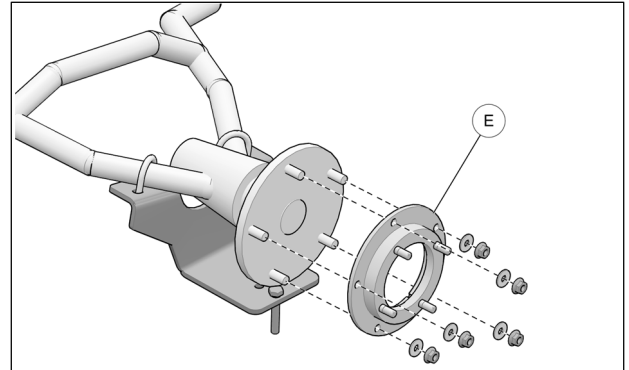

Fig. 7
7. Install spacer (E) on rear hub. Use the vehicle's wheel nuts and washers to secure spacer in place. Tighten nuts to manufacturer's torque specification. See Fig. 7
7. Installer l'espacer (E) au moyeu arrière. Utiliser les rondelles plates et les écrous d'origine pour fixer en place l'espacer. Serrer les écrous au couple recommandé par le fabricant. Voir la Fig. 7